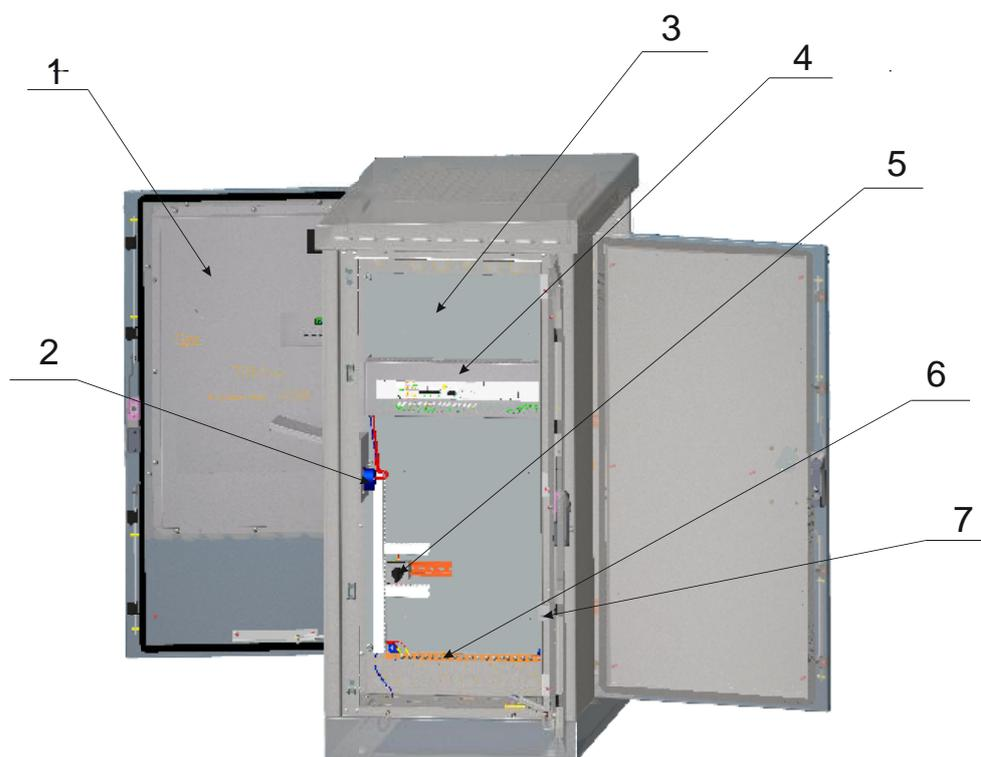
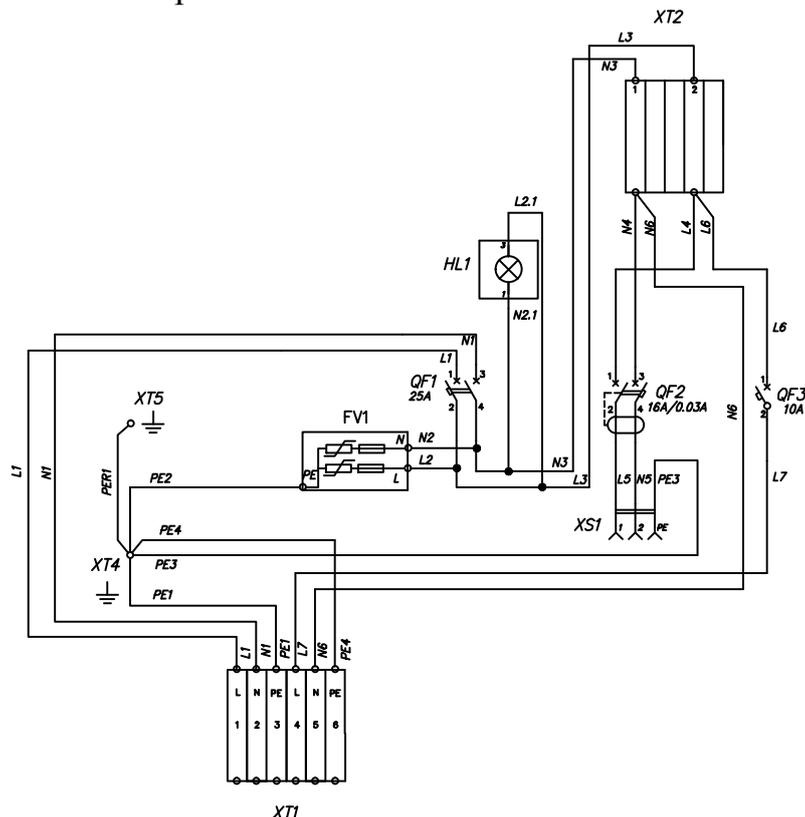

Рисунок 1. Общий вид шкафа серии ШТВ-2
Рисунок 3. Схема ВРУ
На оцинкованной панели (поз.3 рис.1) расположена DIN-рейка с кулачковый переключателем (поз.5 рис.1 для переключения питания с внешней сети на ДГУ), пластиковые корпуса, шина заземления (поз.6 рис.1) и ВРУ – вводно-распределительного устройства (поз.4 рис.1). Схема ВРУ показана на рис. 3. Внешние источники питания подключаются к однофазной вводной вилке (поз.2 рис.1). Система климат-контроля шкафа (поз.1 рис.1) встроена в дверь и подключен к одному из датчиков двери (поз. 9 и поз.7 рис.1) и к клеммным зажимам (поз.8 рис.1). Питание системы климат-контроля осуществляется через ВРУ.
ВРУ (вводно-распределительное устройство) представляет собой набор активных компонентов в отдельном корпусе. ВРУ может крепиться как на вертикальные направляющие так и на монтажную панель с помощью специальных кронштейнов. ВРУ служит для распределения питания, защиты шкафа от перегрузок и утечек, а также для защиты оборудования от высоких токов перенапряжения и грозовой защиты. Схема ВРУ и обозначение элементов представлена на рис.3 и табл.1.
Для защиты оборудования внутри шкафа от грозových и внутренних перенапряжений в ВРУ используется ограничитель перенапряжения (FV1 на рис.3). Ограничитель перенапряжения состоит из основания и сменного модуля с индикатором: оранжевый - требуется замена модуля, зеленый флажок - в рабочем состоянии. Имеет встроенную тепловую защиту. Проверять состояние модулей следует согласно табл. 3.
3. Перевести автоматический выключатель (QF2) в положение «включено». Проверить с помощью специального инструмента напряжение 220В в розетке ВРУ (XS1 рис.3).